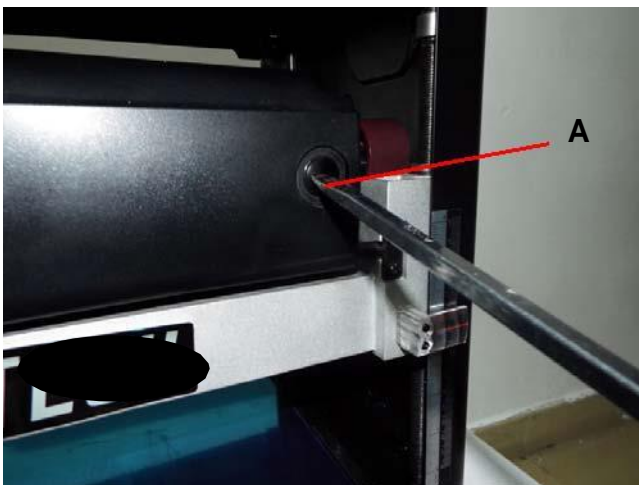

FIG 14
1. Retirez les supports-brosse, dont l'un est illustré en (A). L'autre est situé au même endroit à l'arrière de l'ensemble moteur. Le support-brosse peut être retiré à l'aide d'un tournevis plat. VOIR FIG. 14.